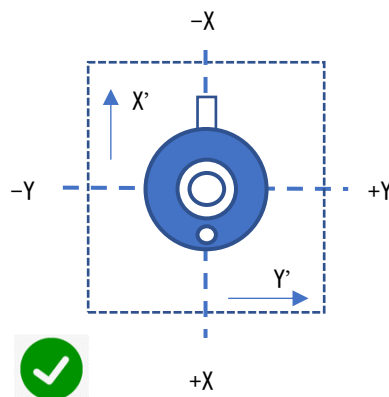
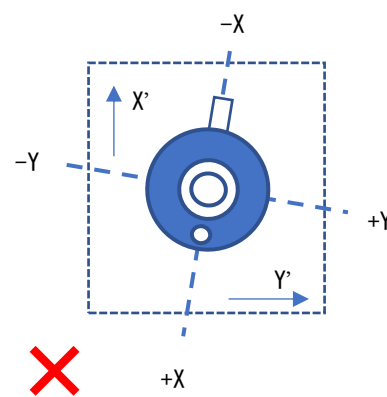

図 5-2B 傾斜面に対応する設置
図 5-2C 傾斜面に非対応な設置
傾斜面でのセットアップについて: 紫外放射計を設置プラットフォーム (X'、Y') に合わせた信号ケーブルでセットアップします。図 5-2B を参照してください。センサが位置合わせされていない場合、チルト (X) とロール (Y) の測定値は角度 X' と Y' を示しません。図 5-2C を参照してください。